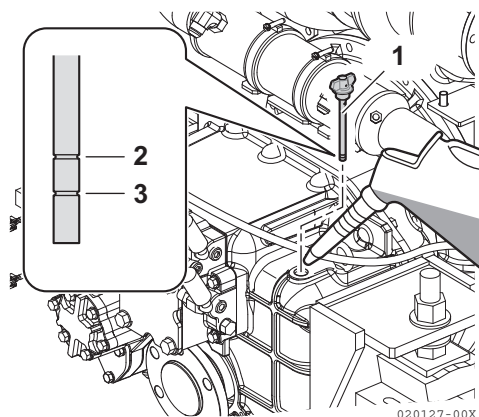

Figura 7
2. Retire a tampa do bujão de enchimento (**Figura 7, (1)**) na parte superior da caixa.
3. Remova a vareta do óleo (**Figura 7, (1)**) e limpe com um pano limpo.
5. Retire a vareta. O nível de óleo deve ficar entre as linhas superior (**Figura 7, (2)**) e inferior (**Figura 7, (3)**) da vareta do óleo.
3. Abasteça de óleo até ao limite superior na vareta (**Figura 7, (2)**).